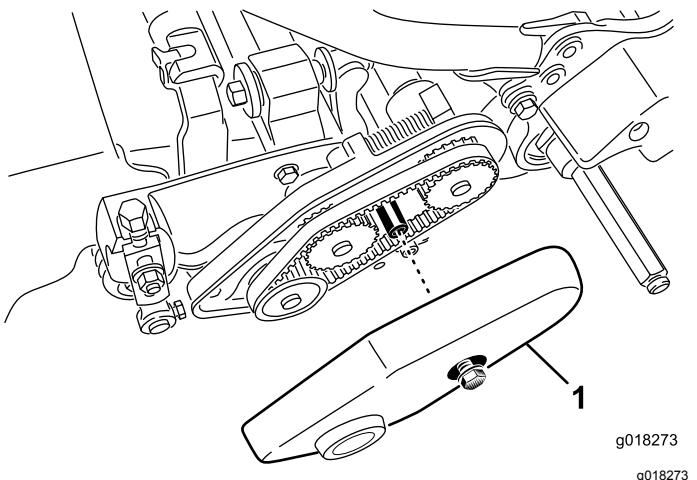

Bild 44
1. Lösen Sie den Bundbolzen, mit dem die Riemenabdeckung befestigt ist, und nehmen Sie die Riemenabdeckung ab, um an den Riemen freizulegen (**Bild 44**).